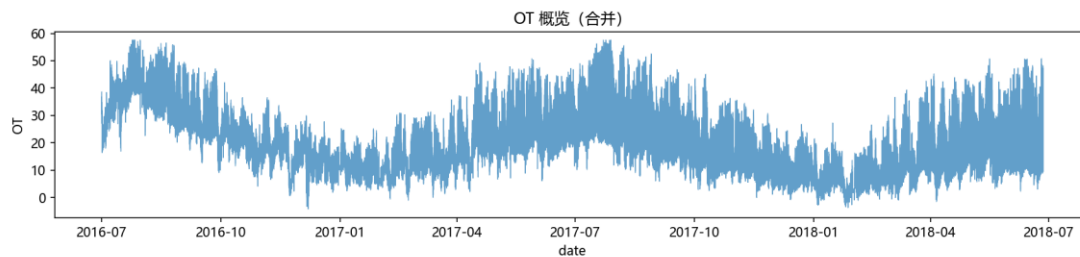

图 5 时序概览图
1.4.2 长期趋势分析：时序概览图（如图 5）显示 2016-2018 年间存在季节性变化和长期趋势，为季节性建模提供依据。